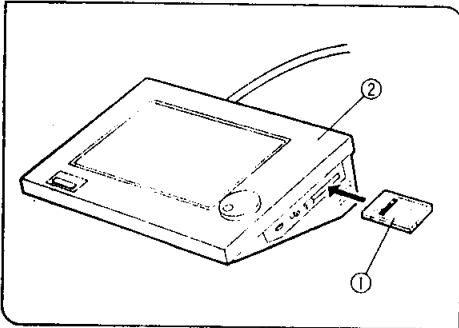

図 34
(図34, 35)
・メモリーカード①の挿脱は、必ずU-MCB②のサブメインスイッチがOFFの状態で行ってください。(図34)